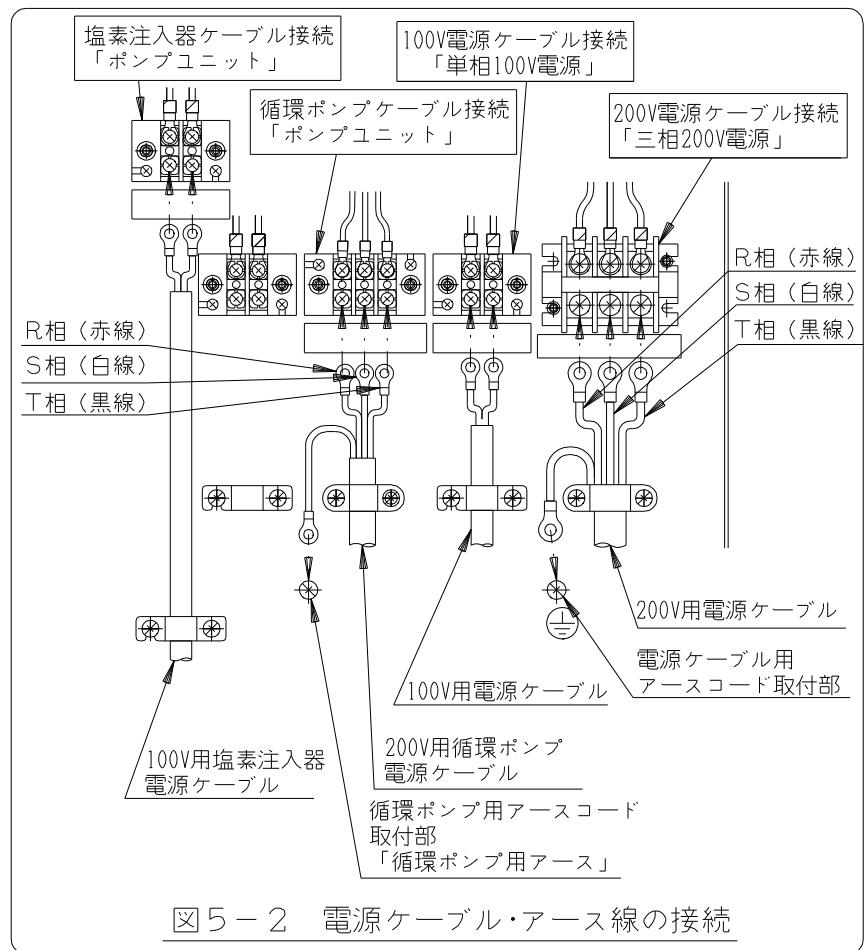

図5-2 電源ケーブル・アース線の接続
単相100V電源ケーブルは付属の圧着端子でカシメてから「単相100V電源」と表示されている端子台に接続する。（図5-2参照）
塩素注入器ケーブルは付属の圧着端子でカシメてから「塩素注入器」と表示されている端子台に接続する。（図5-2参照）
三相200Vの電源ケーブルは付属の圧着端子をカシメて、向かって左からR相（赤線）、S相（白線）、T相（黒線）の順で「三相200V電源」と表示されている端子台に接続する。（図5-2参照）
- ③ 三相200V電源ケーブルのアース線を本体フレームにあるアース端子取付部（アースマーク表示）に接続する。（図5-2参照）
- ⑤ 塩素注入器用の電源コードを本体底のブッシングに通してから塩素注入器接続端子台に接続する。（図5-2参照）
- ⑪ 本体の循環ポンプアース取付部（「循環ポンプアース用」と表示）に循環ポンプ電源ケーブルのアース線を接続する。（図5-2参照）